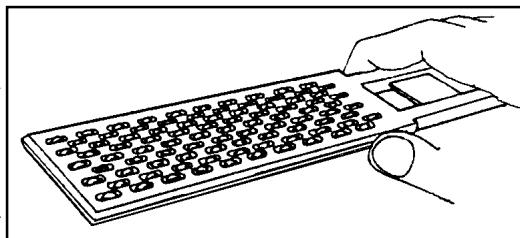

fig. 10
1) Introducir en la semilla el «cuentagranos» (fig. 10). Al sacarlo, pasar la mano por encima de forma que quede solamente un grano por cada cavidad (100 granos en total). Repetir la operación 10 veces para obtener 1000 granos.